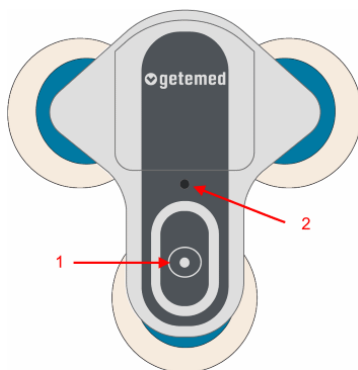

Fig. 1 – Elementi di comando
Il recorder è dotato di un tasto (1), un indicatore di stato a LED (2) e un altoparlante (Fig. 1).